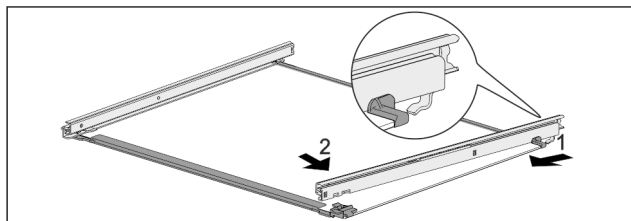

Fig. 41 Стеклаяя пластина с направляющими
- ▶ Зацепите направляющую сзади. Fig. 41 (1)
- ▶ Защелкните направляющую спереди. Fig. 41 (2)